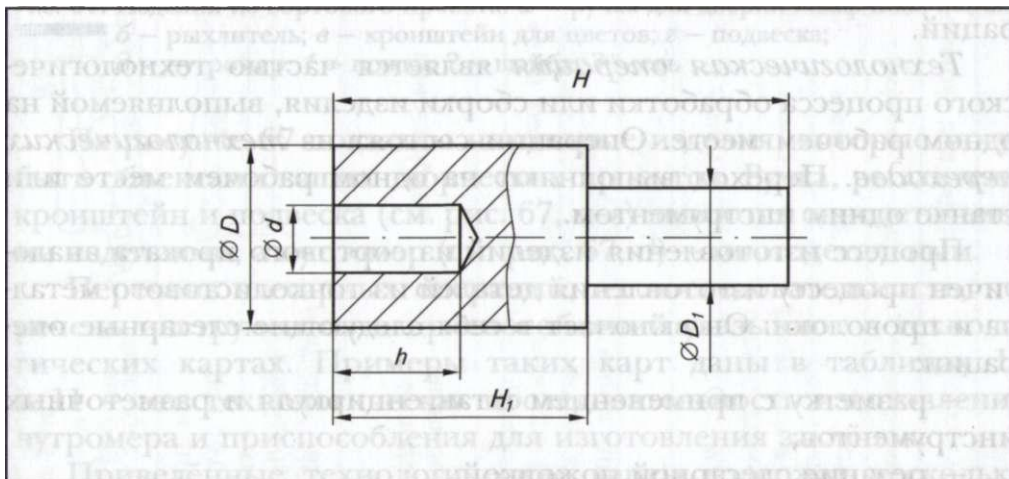

Рис. 66. Эскиз детали «ступенчатый валик» (к пп. 1-3)
1. Выполните в рабочей тетради эскиз выданного учителем ступенчатого валика (рис. 66).